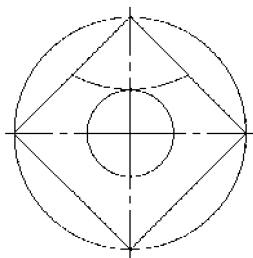

图 2-51 绘制圆弧
4) 绘制圆弧。单击圆弧按钮, 在弹出的立即菜单中选择【三点圆弧】选项, 捕捉直线的中点为第一点; 按空格键, 在弹出的工具点菜单中选择【切点】选项, 拾取 $\phi 30\text{mm}$ 的圆为第二点; 捕捉相邻直线的中点为第三点, 操作结果如图 2-51 所示。